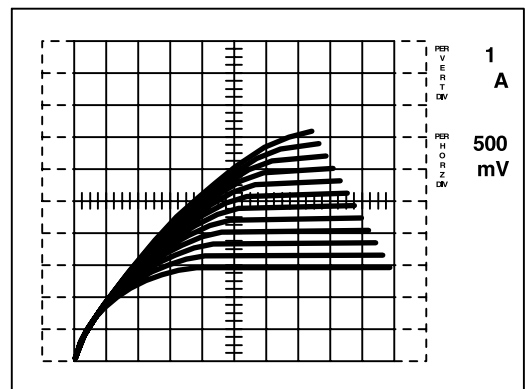
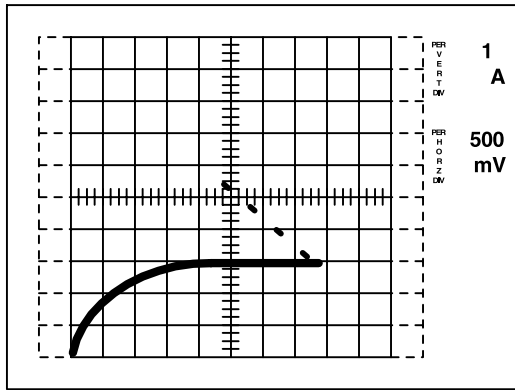

Рис.7. Прямая проводимость (G_{FS})
Рис.8. Прямая импульсная проводимость (G_{FS})
2. Подключите прибор с помощью переключателя LEFT/RIGHT. Увеличивайте напряжение ручкой VARIABLE COLLECTOR SUPPLY, чтобы увеличивать I_d , но не превышая величины I_{dm} . На дисплее будет картинка, подобная изображенной на рис.7. Измеряемый прибор нагреется в течение нескольких секунд. Поэтому может оказаться необходимым сфотографировать лучи как можно быстрее после подключения прибора, чтобы потом сделать подробный анализ. Может оказаться необходимым варьирование напряжения смещения, чтобы отцентрировать лучи около желаемого уровня тока. Проводимость получают делением величины токовой ступеньки между лучами в линейной области на величину используемой ступеньки (шага) напряжения затвора. В показанном случае, величина токовой ступеньки равна 0,45 А в области, где $I_d = 5 \text{ А}$ и ступенька напряжения затвора равна 0,1 В. Таким образом проводимость получается равной 4,5 сименса. Чтобы снизить рассеиваемую мощность прибора, тест должен выполняться в импульсном режиме, так как g_{fs} зависит от температуры. Должна быть нажата кнопка 80 мксек или 300 мксек. Полученная картинка показана на рис.8.